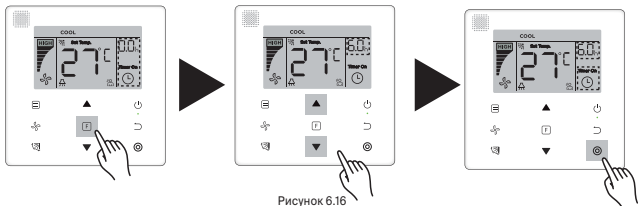

Рисунок 6.16
- 1) Настройка **«Timer On»**: нажмите кнопку  (функция) для перехода к настройке **«Timer On»**. На дисплее отобразится индикация **«0.0h Time On»** [Время включения блока 0.0 ч], причем слова **«Time On»** будут мигать. После этого нажмите кнопку  (подтверждение) для перехода к операции настройки таймера. Нажатиями кнопок  и  отрегулируйте значение времени, затем нажмите кнопку  (подтверждение) для завершения данной настройки таймера (см. Рисунок 6.16).